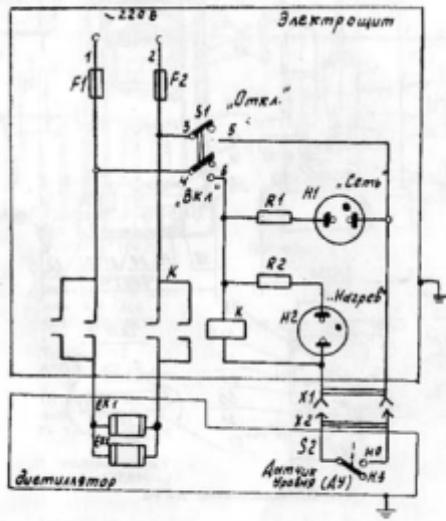

Рис. 2. Схема электрическая принципиальная изделия ДЗ-4-2.
9. 11. Подключить датчик уровня 6, соединив вилку X2 провода датчика с розеткой XI электрощита 27 (рис. 2).